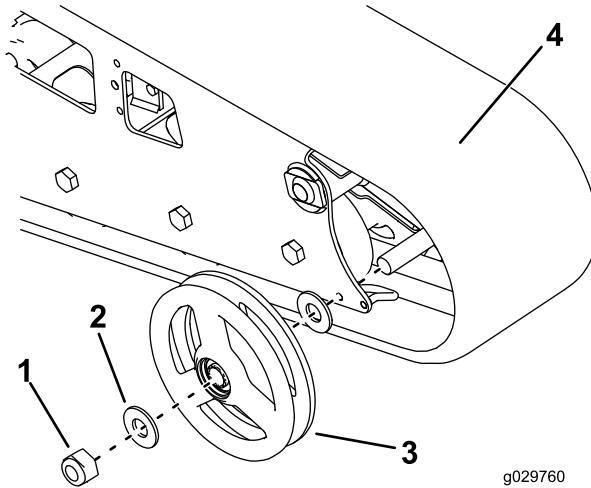

Figure 57
2. Retirez l'écrou de fixation de la roue avant extérieure et déposez la roue (Figure 57).
3. Déposez la chenille (Figure 57).
4. Retirez les 2 grandes rondelles des roues extérieures (1 de chaque côté de chaque roue) (Figure 57).
7. Posez la chenille neuve (Figure 57).
8. Posez la roue avant extérieure et fixez-la avec l'écrou retiré précédemment (Figure 57).